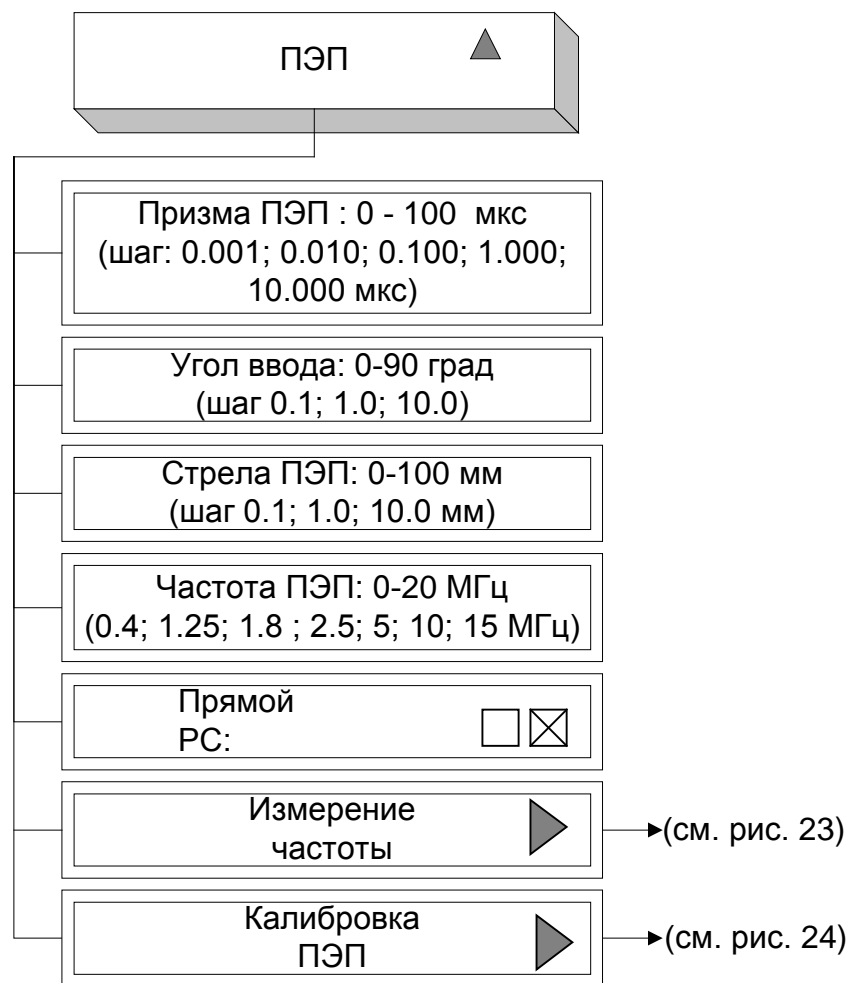

Рисунок 21 – Меню «ПЭП»
6.3.1.7 Меню **«ПЭП»** имеет следующую структуру (рисунок 21):